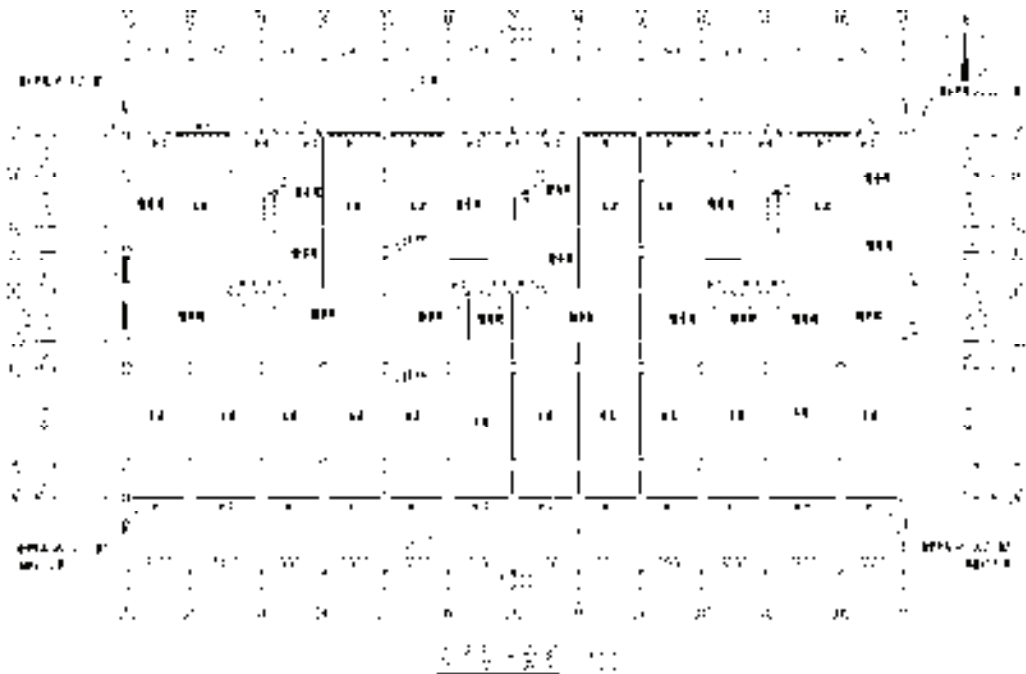

图 14-44 绘制指北针
12) 绘制指北针。调用“画指北针”命令,点取指北针图形的插入位置;在命令行提示“指北针方向<90.0>:”时,按〈Enter〉键确认,绘制结果如图 14-44 所示。